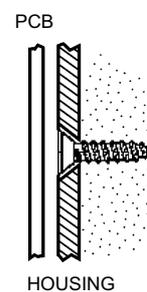

Figura B.4:
10. Installare il fondo del contenitore e riposizionare lo stampato, facendo attenzione che viti di fissaggio non tocchino lo stampato – vedere Figura B.4.